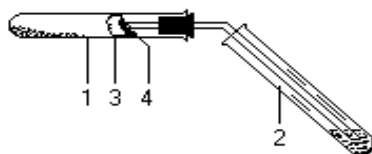

Рис. 1. Прибор для определения углерода и водорода.
В сухую пробирку с газоотводной трубкой помещают 0,2 – 0,3 г сахарозы и 1-2 г порошка оксида меди (II). Содержимое пробирки тщательно перемешивают, сверху смесь засыпают слоем оксида меди (II) – примерно 1 г. В верхнюю часть пробирки (под пробку) помещают маленький комочек ваты, на которую насыпают немного безводного сульфата меди (II). Пробирку закрывают пробкой и закрепляют ее в лапке штатива с небольшим наклоном. Свободный конец газоотводной трубки опускают в пробирку с известковой (или баритовой) водой так, чтобы трубка почти касалась поверхности жидкости (Рис. 1.). Сначала прогревают всю пробирку, затем сильно нагревают ту часть, где находится реакционная смесь. Изменяется ли цвет реакционной смеси? Почему?
1) *Получение и горение метана.* В сухую пробирку насыпают смесь для получения метана (высота слоя около 4 см). Размещают смесь так, чтобы образующийся метан мог свободно выходить из пробирки. Закрывают пробирку пробкой с газоотводной трубкой и закрепляют ее в штативе с небольшим наклоном (см. рис. 1, лаб. работа №1). В штатив ставят две пробирки: одну пробирку со смесью 3 мл разбавленного раствора перманганата калия и 1 мл 5-процентного раствора карбоната натрия и вторую пробирку с 3 мл бромной воды.